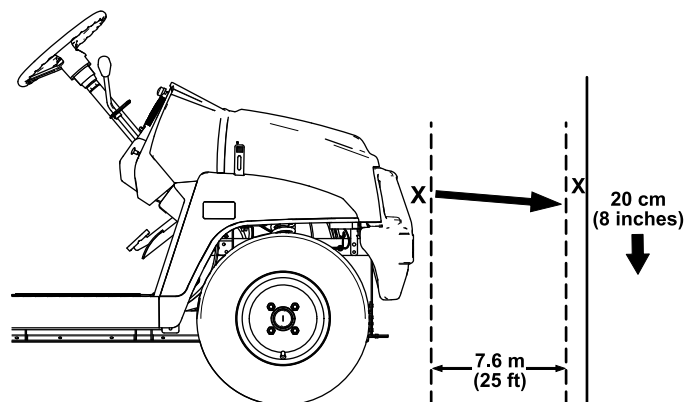

Figura 41
- Aparque la máquina en una superficie nivelada con los faros a unos 7,6 m de una pared (Figura 41).
La parte más brillante del haz del faro debe estar a 20 cm por debajo de la señal hecha en la pared (Figura 41).